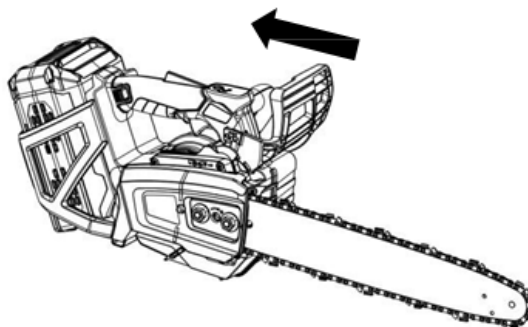

Fig 17
- Quando o protetor de mão é puxado totalmente para trás, o travão da corrente é libertado (Fig. 17).